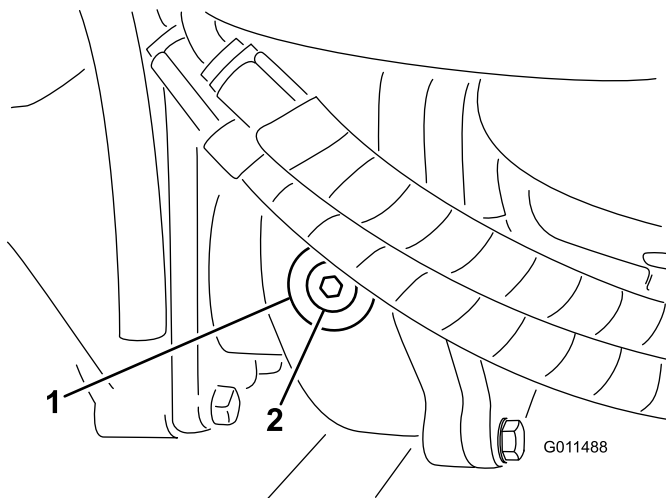

Figura 64
2. Retire o tampão de verificação/enchimento que se encontra na zona esquerda da caixa de engrenagens e certifique-se de que existe lubrificante até ao fundo do orifício (Figura 64).